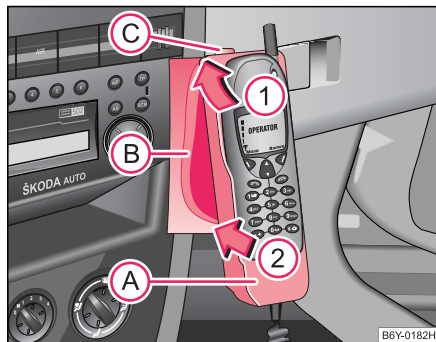

Fig. 89 Branchement téléphonique universel
- Placez d'abord l'adaptateur et le téléphone dans la fixation (B) dans le sens de la flèche ① ⇒ fig. 89 jusqu'à ce que l'adaptateur touche la butée. Poussez ensuite légèrement l'adaptateur dans le sens de la flèche ② jusqu'à ce qu'il soit fixé.
- Installez le téléphone dans l'adaptateur (A) (conformément aux instructions du fabricant).